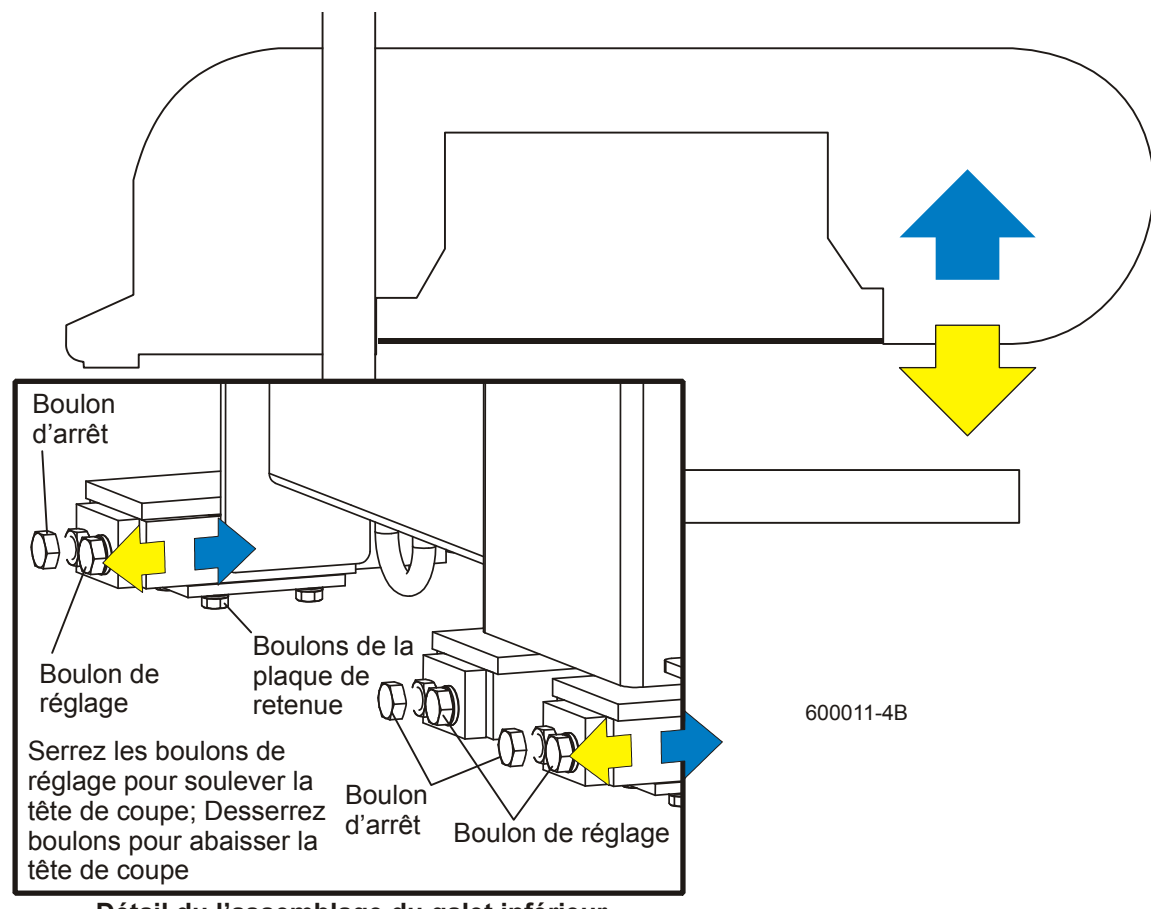

FIG. 7-2
**Voir Figure 7-2.** Pour ajuster l'inclinaison de la tête de coupe, utilisez les boulons situés au pied du mât de la tête de coupe. Desserrez les trois jeux de quatre boulons de la plaque de retenue. Pour soulever l'extérieur de la tête de coupe, desserrez les boulons d'arrêt puis serrez les boulons de réglage. Pour abaisser l'extérieur de la tête de coupe, desserrez les boulons de réglage et serrez les boulons d'arrêt. Vérifiez de nouveau la mesure entre la lame et les supports de banc et ajustez les boulons d'arrêt et les boulons de réglage jusqu'à ce que l'extérieur de la tête de coupe se trouve  $1/16''$  (1,5 mm) plus